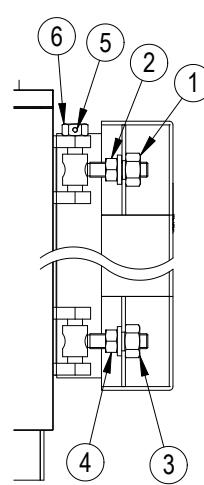

fig. 10
5.6.2 Per modelli MEGAPREX 720N÷1060N (Fig. 10)